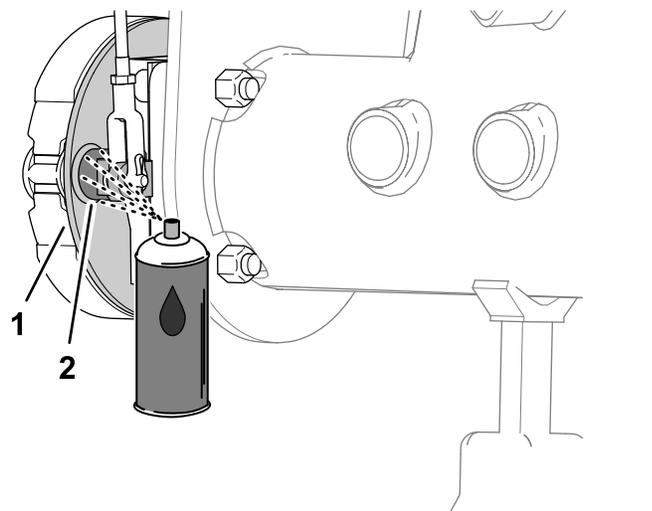
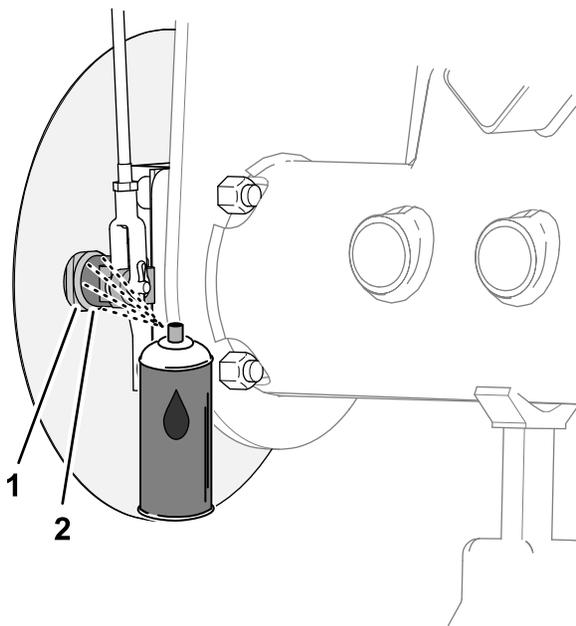

Figura 68
Figura 69
1. No lado interior da placa traseira dos travões (máquinas sem o resguardo de relva do aro da roda opcional) ou o resguardo da roda (máquinas com o resguardo de relva do aro da roda opcional), pulverize óleo penetrante entre o veio do excêntrico dos travões e a placa posterior (Figura 68 ou Figura 69).